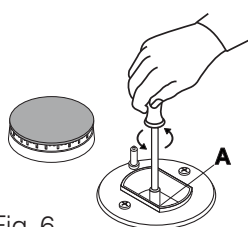

Fig. 6
2. svitare gli ugelli (Fig.6) , servendosi di una chiave a tubo da 7mm. e sostituirli con quelli adatti al nuovo tipo di gas (vedi tabella 1 "Caratteristiche dei bruciatori ed ugelli").